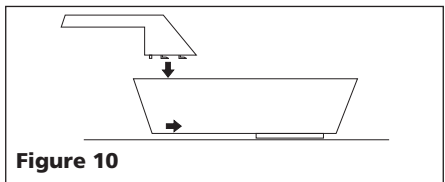

Figure 10
4. Pour fixer le manche, placer le masque à main sur une surface nivelée et appuyer sur le manche jusqu'à ce qu'il soit en place (Voir Figure 10).